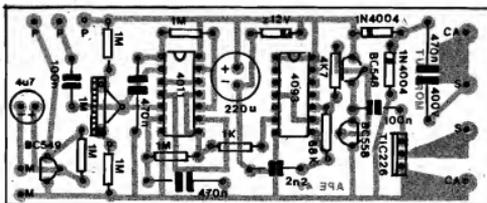

Fig.3
- FIG. 3 - "CHAPEADO DA MONTAGEM" - Para o verdadeiro Hobbyista, essa é a parte mais "gostosa" de qualquer montagem: inserir os componentes na placa e efetuar as soldagens... Entretanto, também é o estágio onde os maiores cuidados e atenções são necessários, já que qualquer inversão de posição, de terminais ou de valores, pode - simplesmente - "danar" tudo...! Assim, observando o Impresso, pelo seu lado não cobreado, todas as principais peças colocadas, o Leitor deve dedicar especial atenção aos componentes polarizados (que têm
posição única e certa para a inserção/soldagem): os dois Integrados (referenciados pela extremidade que contém uma marquilha...), os três transistores (posicionados pela referência dos seus lados "chatos"), o TRIAC (lapela metálica voltada para o BC558...), os diodos (inclusive o zener...) também referenciados pela sua extremidade marcada e os capacitores eletrolíticos (com suas polaridades indicadas e devendo ser respeitadas...). Os demais componentes, resistores e capacitores comuns, não são polarizados, mas devem ter seus valores perfeitamente "lidos" e identificados, antes da inserção à placa... ATENÇÃO para a localização do capacitor de poliéster de 470n x 400V (os outros dois de 470n são para 250V...). Verificar "10 vezes", tudinho, antes de cortar os excessos de terminais, pelo lado cobreado... Observar, também, as boas condições dos pontos de solda, ausência de "curtos", "corrimentos", falhas, etc., também pelo lado do cobre... "Sobram" (no diagrama da fig. 3) várias ilhas nas bordas da placa, sem utilização (por enquanto...), mas devidamente codificadas... Destinam-se tais pontos às ligações externas, abordadas na próxima figura...